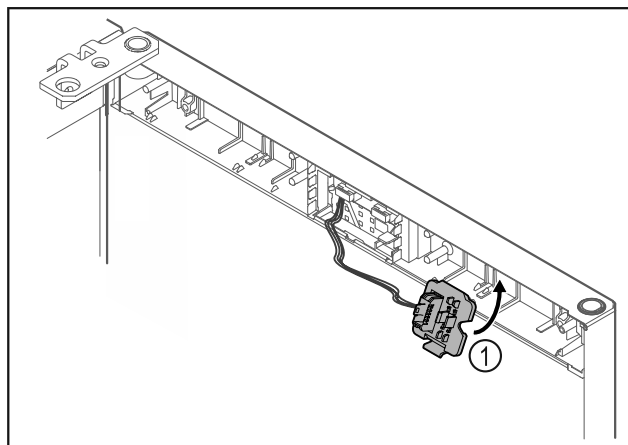

Fig. 13
- Haka i kontakthållaren Fig. 13 (1) på den motsatta sidan.\*